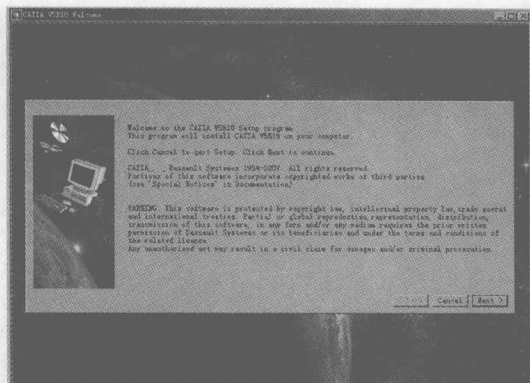

图 1-1 安装提示界面 1
- （1）双击安装光盘 CD1 中的 Setup，出现如图 1-1 所示的安装提示界面。